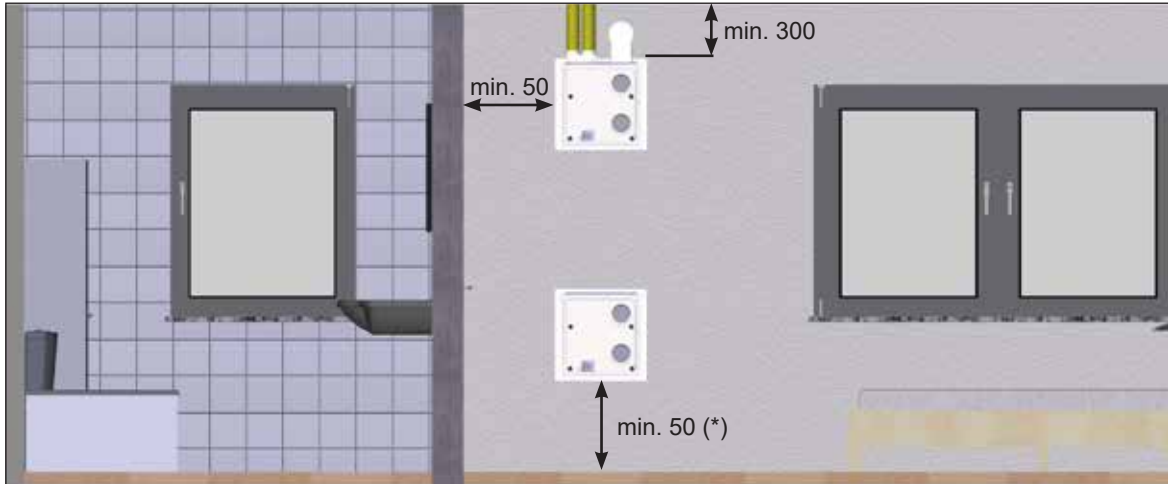
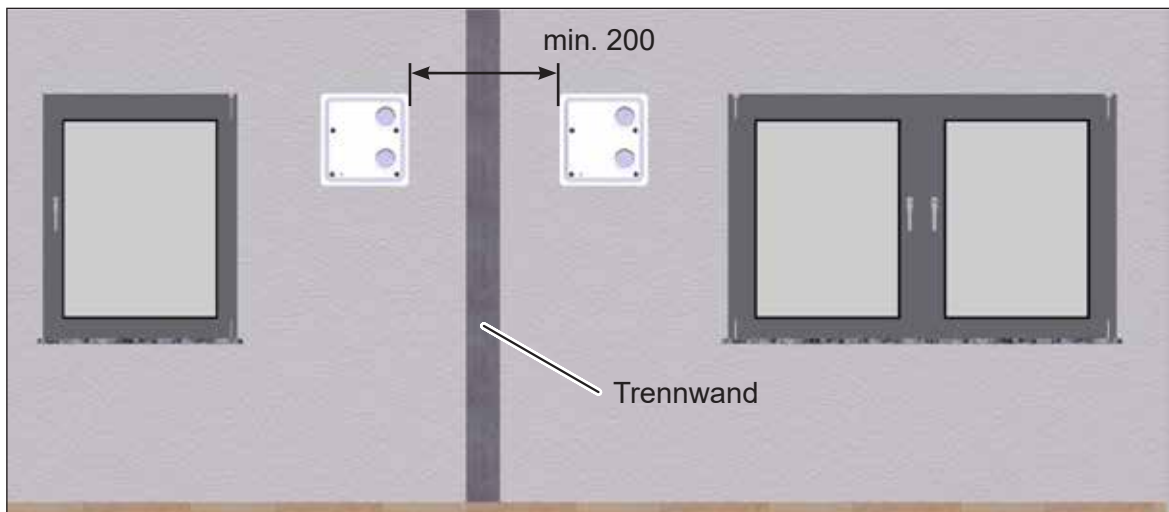

Abb. 4: Mindestabstände und Positioniermöglichkeiten des Montagesets M-WRG-M/MB-U2, Maße in Millimeter
Abb. 5: Seitlicher Mindestabstand zwischen zwei Mauerkästen, Maße in Millimeter
- Das Montageset Unterputz (Mauerkasten) muss so installiert werden, dass die Öffnungen für Flexrohr- oder Flachkanalanschluss nach oben zeigen (siehe Abb. 4).
- ▶ Achten Sie auf folgende Mindestabstände (siehe Abb. 4 und Abb. 5):
- Der Abstand der seitlichen und unteren Mauerkastenkante zu angrenzenden Flächen sollte mindestens 50 mm (Ausnahme: bei Verwendung eines Kondensatanschlusses, siehe (\*) in Abb. 4) betragen. Mit Einhaltung des Mindestabstands lässt sich das Lüftungsgerät leichter bedienen. Ebenso kann der Luftfilterwechsel ohne Beeinträchtigung durchgeführt werden.
- Der seitliche Mindestabstand zwischen zwei Mauerkästen muss 200 mm betragen, um einen Luftkurzschluss zwischen den Lüftungsgeräten zu vermeiden (siehe Abb. 5 auf Seite 12).